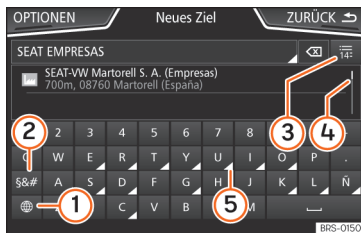

Abb. 146 Eingabemaske mit Bildschirmtastatur.
In der Eingabezeile werden die Übereinstimmungen vorgeschlagen » Abb. 146 ④. Im Falle von zusammengesetzten Namen muss auch das Leerzeichen eingegeben werden.